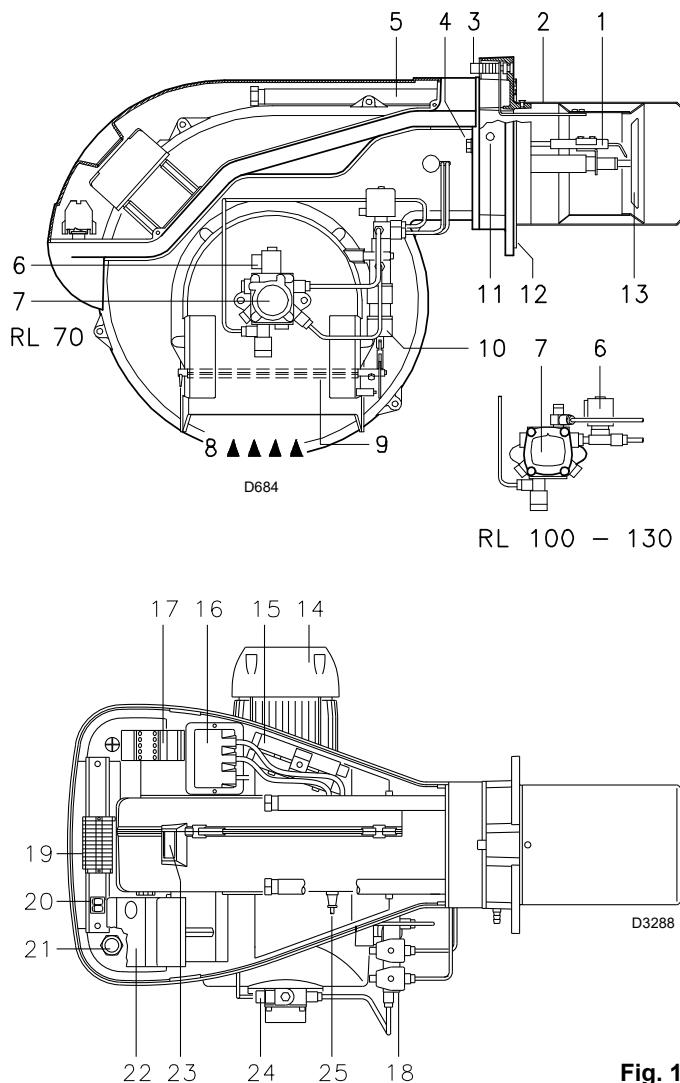

Fig. 1
4.3 Description brûleur (Fig. 1)
Blocage coffret : l'allumage du bouton-poussoir (led rouge) du coffret de sécurité 22)(Fig. 1) signale que le brûleur s'est bloqué. Pour le débloquer appuyer sur le bouton pendant un temps compris entre 1 et 3 secondes.
Blocage moteur : pour le débloquer appuyer sur le bouton-poussoir du relais thermique 17)(Fig. 1).
- 2 - Rallonges 15)(Fig. 1) de guides 5)(Fig. 1) (modèles avec buse 385 mm)
En ce qui concerne le transport dans les passages obligatoires, se reporter aux dimensions d'encombrement de la Fig. 1.